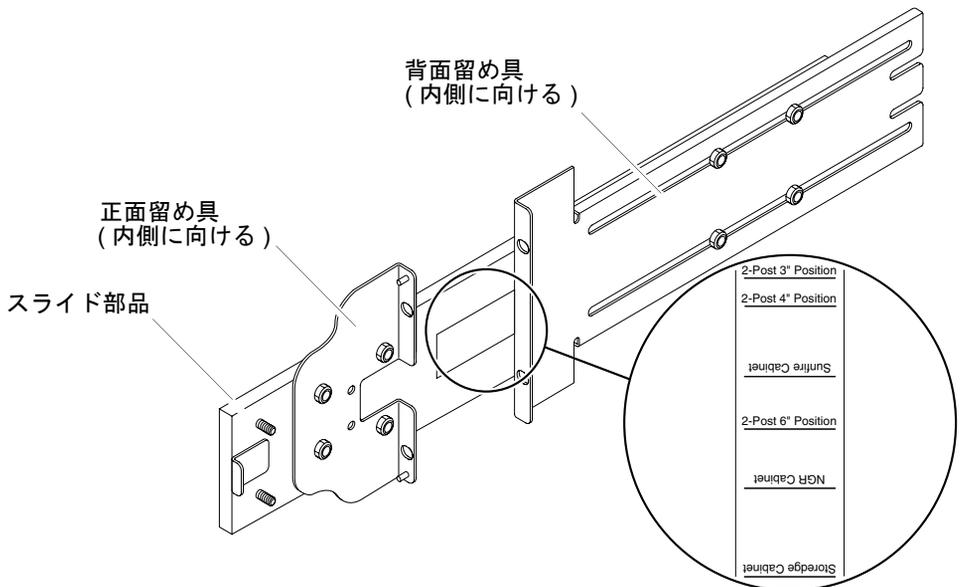

図 1-2 2 ポスト用に変更したレール部品
2 ポストに取り付ける場合は、レール部品を分解して、組み立て直すことができます (図 1-2)。レール部品は、ポストの奥行が 7.5 ~ 15.0 cm (3 ~ 6 インチ) の 19 インチの 2 ポストトラックに合うように調節できます。
3. 正面留め具を 180 度回転させ、内側に向けてふたたび固定します (図 1-2)。
5. 背面留め具を 180 度回転させ、内側に向けます (図 1-2)。